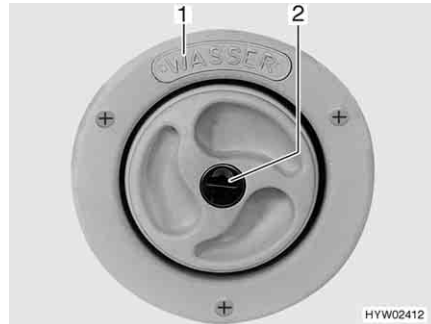

Bild 143 Frischwasser-Einfüllstutzen
Der Frischwasser-Einfüllstutzen ist durch den Schriftzug "WASSER" (Bild 143,1) gekennzeichnet. Der Verschlussdeckel wird mit dem Schlüssel für die Außenklappenschlösser geöffnet und verschlossen.
- Verschlussdeckel (Bild 143,2) am Frischwasser-Einfüllstutzen abnehmen (siehe Kapitel 6).